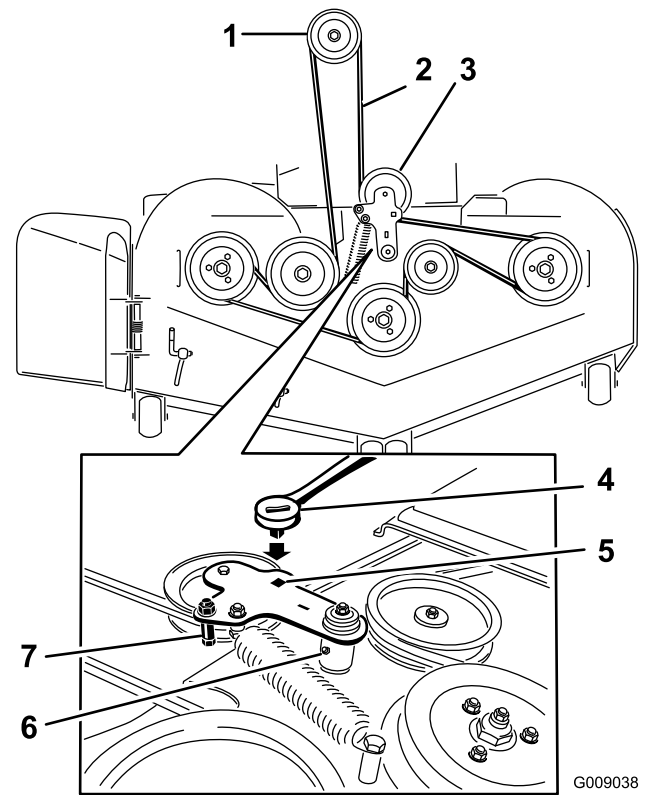

Figura 74
5. Utilice una llave de carraca en el taladro cuadrado del brazo tensor para aliviar la tensión del muelle tensor (Figura 74).
7. Instale la guía de la correa en el brazo tensor tensado con muelle (Figura 74).
9. Pase la correa nueva alrededor de las poleas del cortacésped y de la polea del embrague, debajo del motor (Figura 74).
10. Instale la guía de la correa en el brazo tensor (Figura 74).
11. Utilizando la llave de carraca en el taladro cuadrado, instale el muelle tensor (Figura 74).